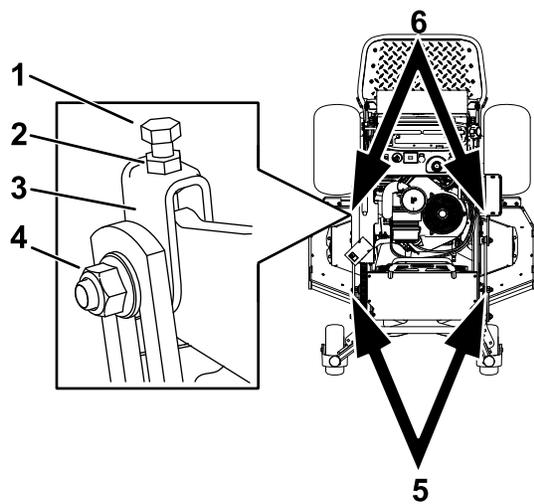

Figura 96
- Desaperte a porca de bloqueio e o parafuso lateral nas forquilhas que quer ajustar (Figura 96).
- Rode o parafuso superior para ajustar a altura da plataforma do cortador (Figura 96).
- Se a medição não estiver correta, localize as 2 forquilhas dianteiras na máquina (Figura 96).